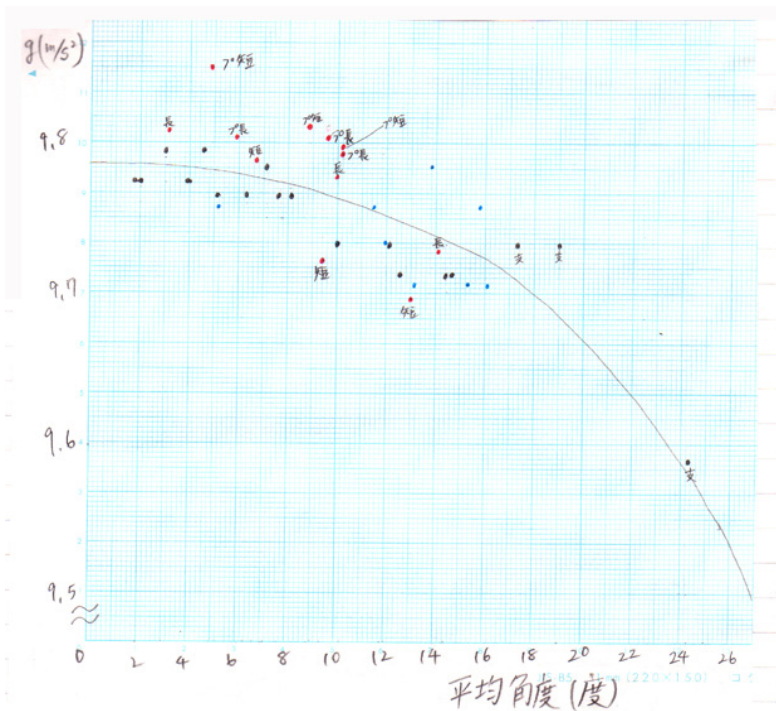

図 8. さまざまな糸や錘の振り子で振り角を変えて測定し、振り角ゼロに外挿して結果を求める。(大宮高Hさん)
6. 振り角を変えて測定し、振り角ゼロに外挿して結果を求める。(図 8)